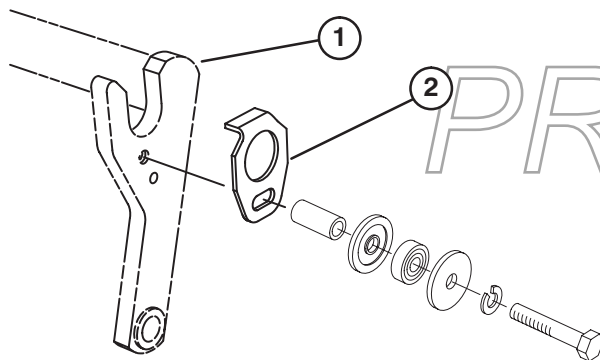
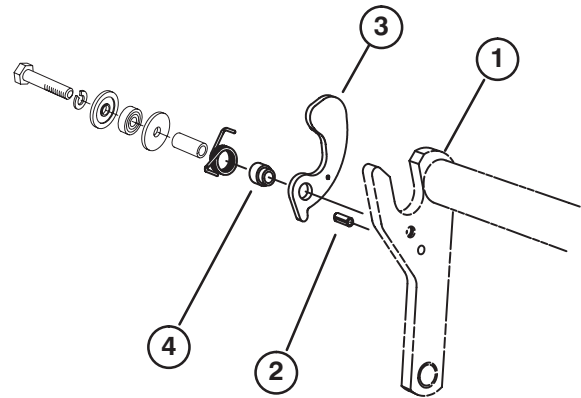
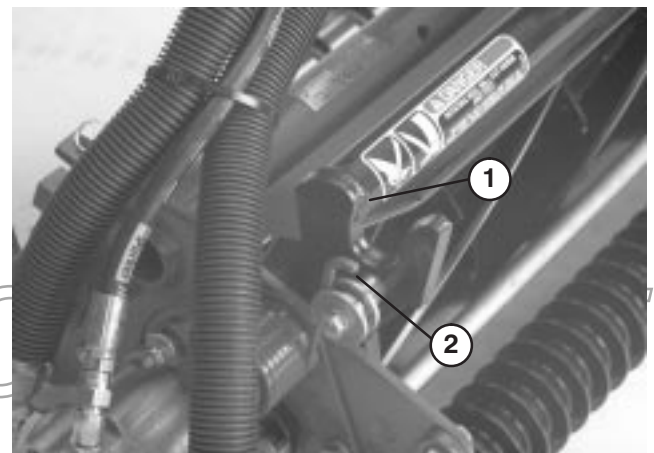

Figura 6
Figura 7
Figura 8
4. Fixe uma guia de cesto (Fig. 6) na parte lateral adequada de cada estrutura de suporte da unidade de corte (consulte a Figura 7) com um parafuso (5/16 x 1-3/4 polegadas), uma anilha chata, uma anilha de segurança ou com os fechos retirados anteriormente, como indicado na Figura 6.
6. Na parte lateral da estrutura de suporte onde foi colocado o pino, fixe um suporte de cesto com um parafuso (5/16 x 1-3/4 polegadas), uma anilha de segurança, uma anilha chata, uma mola de torção, um anel de cesto ou fechos retirados anteriormente na Figura 7. O número de molas de torção é diferente nos lados esquerdo e direito das estruturas de suporte. Existem 2 molas no lado esquerdo e 3 no lado direito. A parte mais comprida da mola tem de ser colocada para a frente, como é indicado na Figura 8.